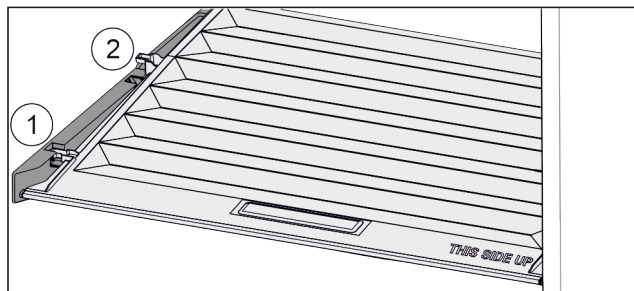

Fig. 84
- ▶ Pokrywę pociągnąć do przodu Fig. 84 (1), aż otworzy się w elementach trzymających.
- ▶ Podnieść tył od dołu i w wyjąć Fig. 84 (2) go do góry.